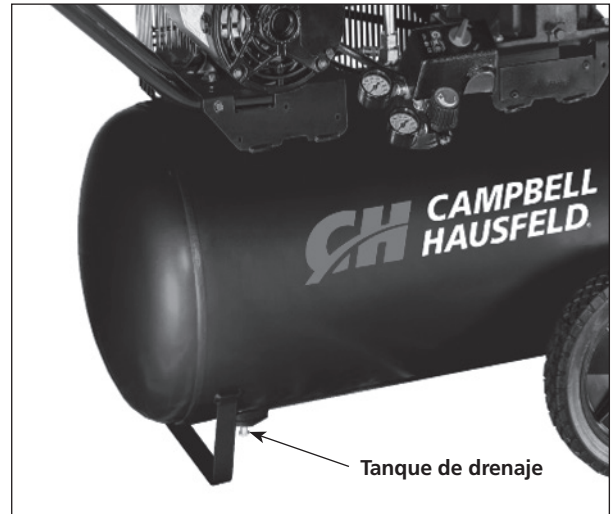

Figura 6
2. Abra la válvula de desagüe inferior del tanque (consulte la figura 6). Gire la válvula de salida para abrir el flujo de aire.
Drene el tanque (Vea la Figura 6)	●